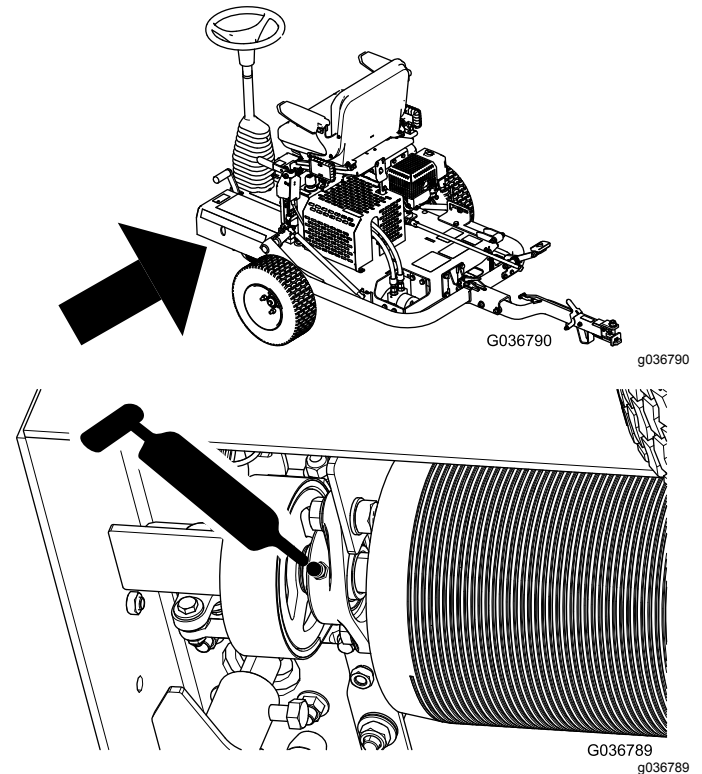

Figure 30
2. Injectez de la graisse dans le graisseur comme montré à la Figure 30.